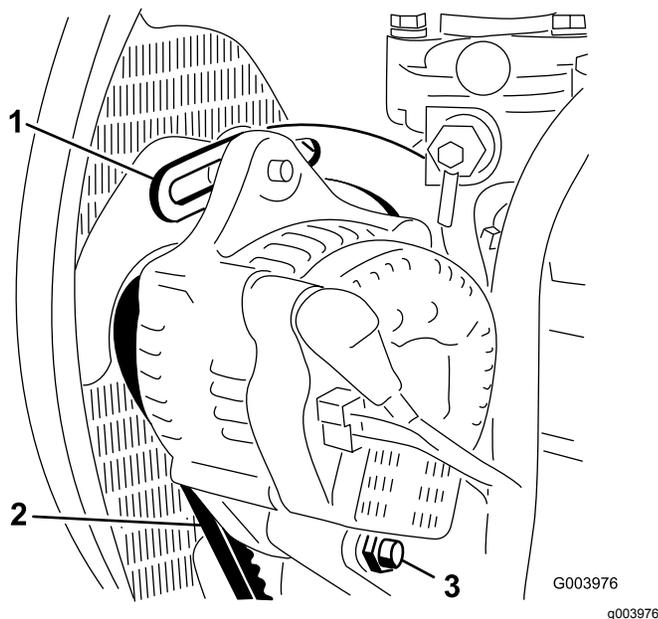

Bild 66
- Prüfen Sie die Spannung des Treibriemens, indem Sie eine Kraft von 10 kg in der Mitte zwischen der Lichtmaschine und der Kurbelwellenscheibe ansetzen (Bild 66).
- Lockern Sie die Schraube, mit der die Strebe am Motor befestigt ist (Bild 66) sowie die Schraube, mit der die Lichtmaschine an der Strebe und der Drehschraube befestigt ist.